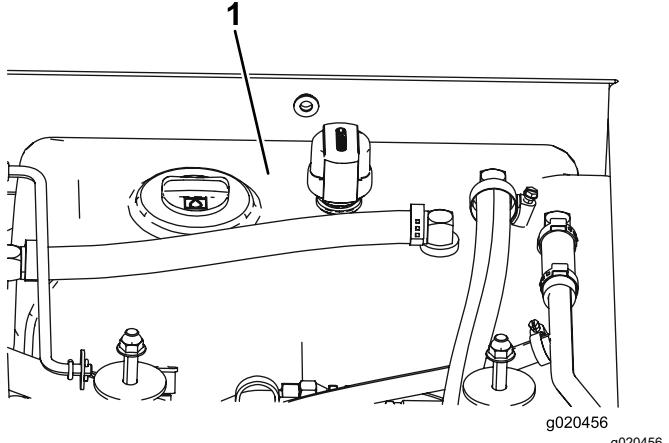

Figure 79
- Remplissez le réservoir (Figure 79) de liquide hydraulique ; voir Liquides hydrauliques spécifiés \(page 68\).